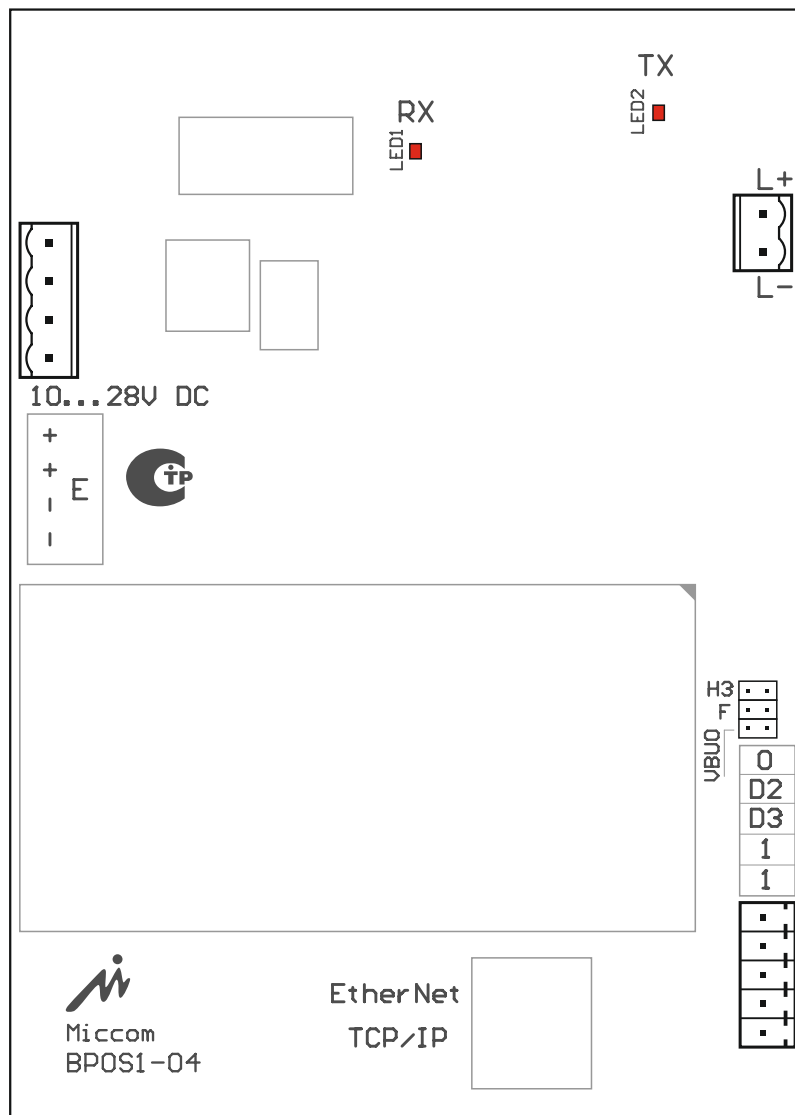

Рис. 3.1.
3.1. Расположение выводов **БПОС101-хМ** представлено на рис.3.1.